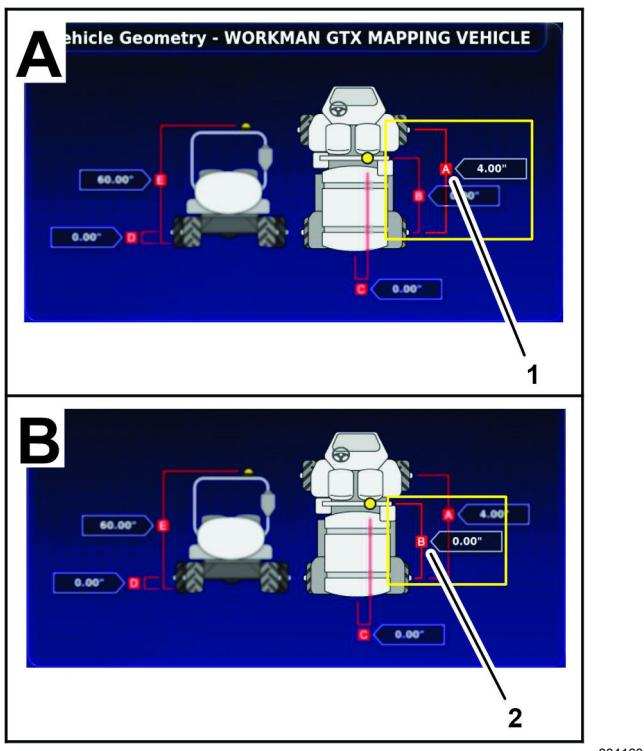

图 181
- 在用于绘制场地边界的机器上测量前轴与后轴中心线之间的距离图 181 并将测量结果记录在下面的车辆几何形状表中。
- 测量后轴中心线与卫星接收器中心之间的距离图 181 并将测量结果记录在几何形状表中。